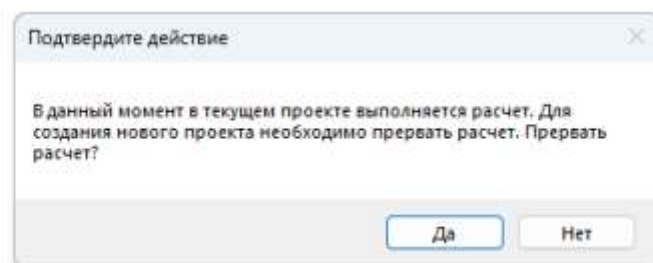

Рисунок 8.4.4
- выполнить команду **Файл → Новый**. Откроется окно подтверждения прерывания расчета (см. Рис. 8.4.4);